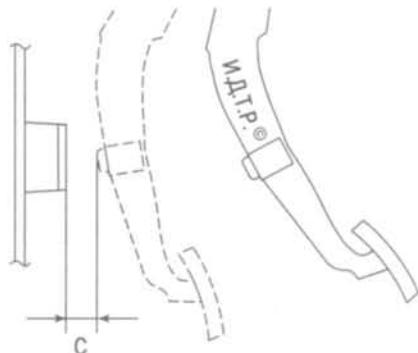

Рис. 6.10. Проверка положения педали сцепления, при котором сцепление полностью выключается
2. Проверьте положение педали сцепления, при котором сцепление полностью выключается. Определите расстояние **C** (рис. 6.10) от упора педали до ограничителя хода педали сцепления в момент выключения сцепления, оно должно быть не менее 13,5 мм.